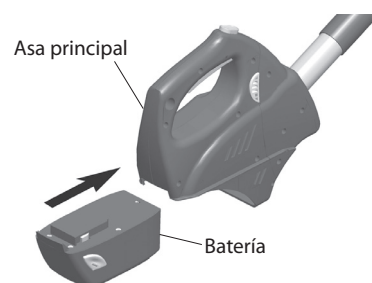

Figura 26 - Batería ensamblada en el mango principal
7. Deslice la batería en el mango principal hasta que los botones de desenganche “se cierren a presión” (vea la figura 26). **Nota:** Cargue completamente la batería antes de usar por primera vez. Vea *Carga de la Batería*, página 30.